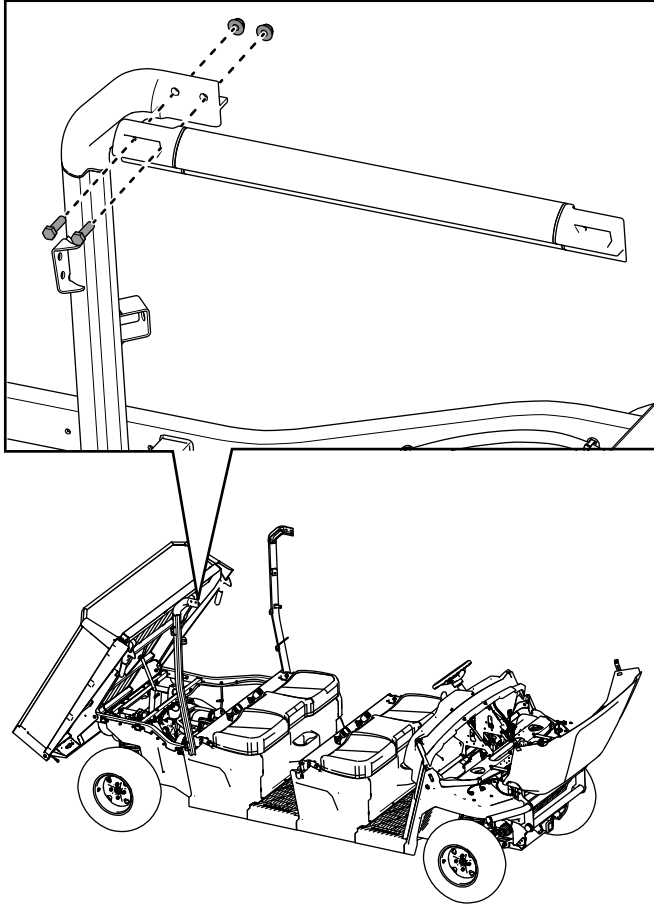

Figure 43
8. Fixez légèrement le connecteur de la barre droite de l'arceau de sécurité à la barre arrière droite à l'aide de 2 boulons à tête hexagonale ( $\frac{3}{8}$  x  $1\frac{1}{4}$  po) et de 2 contre-écrous ( $\frac{3}{8}$  po), comme montré à la Figure 43.